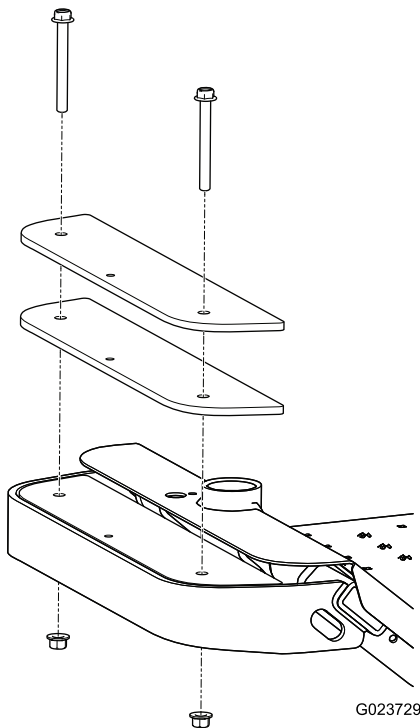

Bild 11
1. Entfernen Sie zwei Schrauben und zwei Muttern, mit denen der vorhandene Ballast vorne an der Maschine befestigt ist (Bild 11).